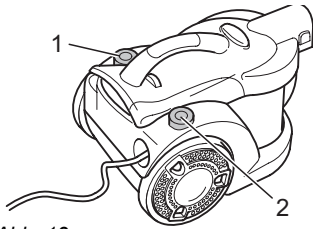

Abb. 13
1. Schalten Sie den Bodensauger am Ein-/Aus-Schalter (Abb. 13/1) aus und ziehen Sie den Stecker aus der Steckdose.
3. Drücken Sie die Kabelaufrolltaste (Abb. 13/2), um das Stromkabel einzuziehen.